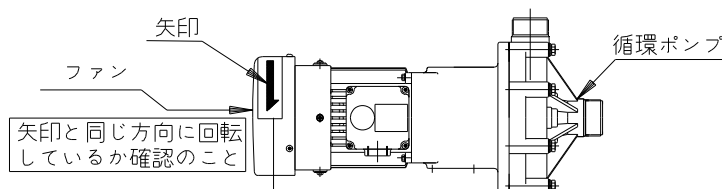

図11-1 循環ポンプの回転の確認
- ① 循環ポンプの回転が正しいか確認する。
- 正面カバー、側面カバーを外し、循環ポンプに貼られているシールに表示してある矢印の方向と循環ポンプの後側のファンの回転方向が合っていることを確認する。（図11-1参照）